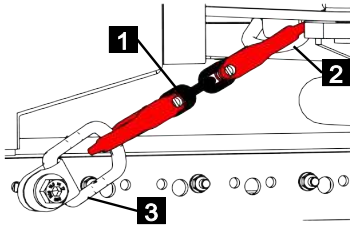

Fig. 65
2. Suspendre les chaînes d'arrimage (Fig.65/1) aux points d'élingage de la plateforme de travail (Fig.65/2) et du châssis auxiliaire (Fig.65/3) sur les quatre élingues.